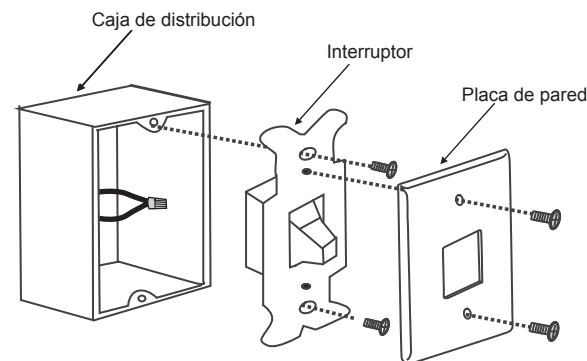

Fig. 22
Paso 1. Retire la placa de pared existente y el antiguo interruptor de la caja de distribución de pared. Conecte con una tuerca las terminaciones de cables NEGROS (calientes) entre sí y vuelva a empujarlos al interior de la caja de distribución. (Fig. 22)